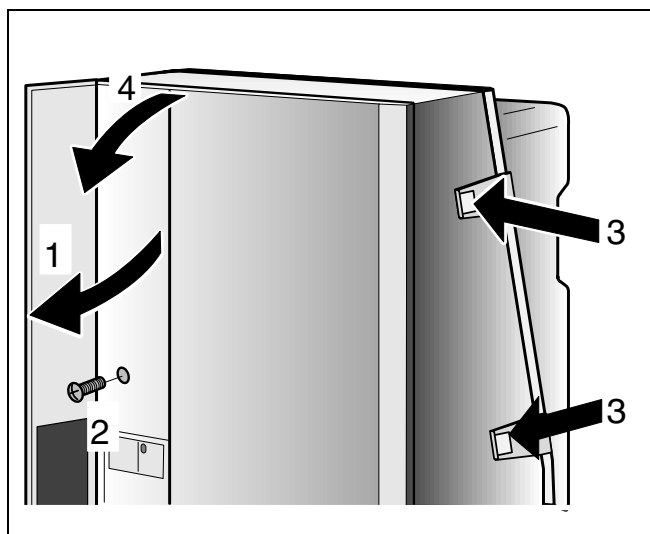

Fig. 2 Îndepărtarea carcasei
- Deschiderea capacului pupitrului de comandă (fig. 2, poz. 1).
- Îndepărtarea șuruburilor (fig. 2, poz. 2).
- Deschiderea închiderii înclichetate (fig. 2, poz. 3).
- Scoaterea carcasei spre în față (fig. 2, poz. 4).